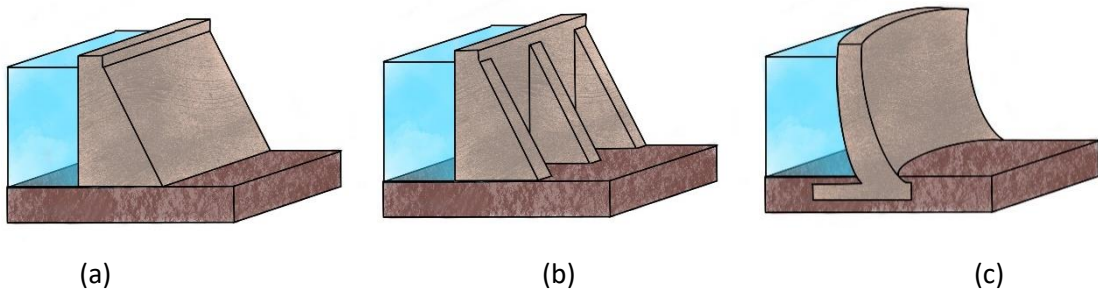

Figura 7: Clases de presas de hormigón: a) gravedad b) contrafuerte c) arco-bóveda
- **Presas de gravedad** (Figura 7.a): son presas de gran tamaño diseñadas para soportar la presión del agua y cuya construcción permite que cada sección de la presa sea estable e independiente del resto.
- **Presas aligeradas o de contrafuertes** (Figura 7.b): la presa de contrafuerte es un tipo de presa que, por su construcción, usa menos material gracias a, como su nombre indica, los contrafuertes que evitan que la presión del líquido desplace la presa.
- **Presas de arco** (Figura 7.c): este tipo de presa permite transmitir la fuerza de empuje a los lados laterales en los que se asienta. Este tipo de presas se colocan en valles estrechos.
2. Las presas de materiales sueltos (31) (32), que a su vez se subdividen en: